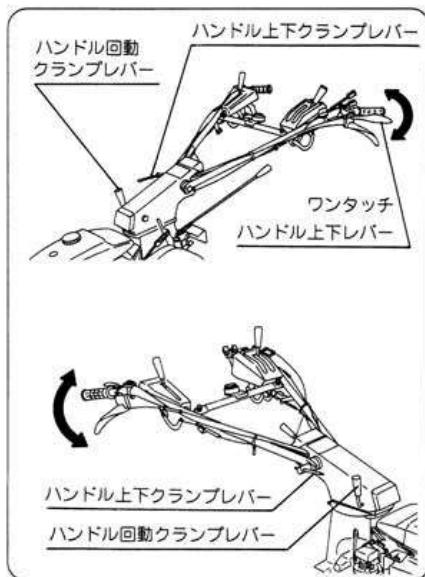
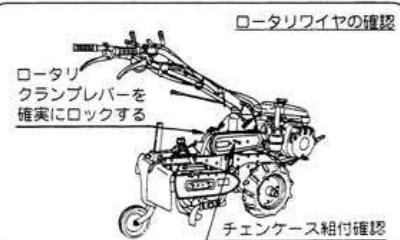

図2
図3
- ❷ ハンドルを作業者の背丈および作業の種類に合わせて、ハンドル上下・回動クランプレバーによって、最も操作しやすい(上下・左右・逆転)位置に調整してください。(図2・図3)